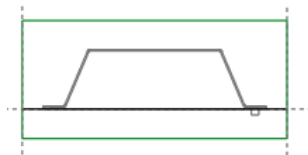

图 12.38 截面草图
(3) 绘制截面草图。选取坯料边线为参考线，绘制图 12.38 所示的截面草图（截面草图为一 条线段）；完成截面的绘制后，单击“草绘”操控板中的“确定”按钮 。